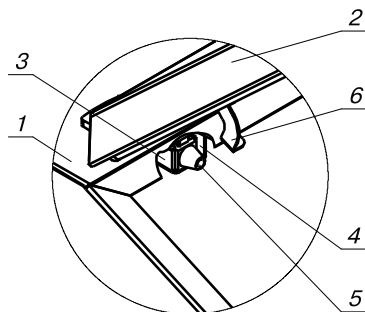

Рис.11. Установка датчика крышки бункера.
7.6.7. Установите датчик крышки бункера (Рис.11 поз.3), на кронштейн (Рис.11 поз.4), находящийся на верхней стенке бункера (Рис.11 поз.1), используя винты и шайбы М5 (см. комплект поставки № п.п 4; 7; 8). Кнопка (Рис.11 поз.5) должна быть обращена к планке (Рис.11 поз.6), расположенной на крышке бункера (Рис.11 поз.2).